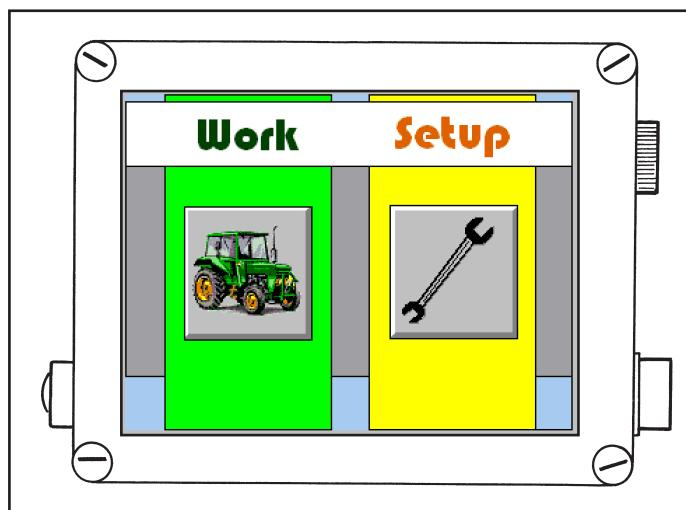

Fig. 1
- Pulsantiera di comando (**Fig. 1**)
- Control push-button panel (**Fig. 1**)
- Panneau de commande (**Fig. 1**)
- Panel de mandos (**Fig. 1**)